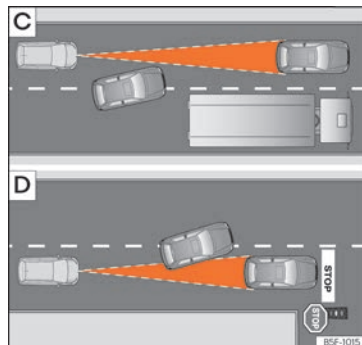

Abb. 163 [C] Fahrspurwechsel eines anderen Fahrzeugs. [D] Abbiegendes und weiteres stehendes Fahrzeug.
- Fahrzeuge, die in geringem Abstand auf die eigene Fahrspur wechseln »» **Abb. 163** [C].
ACC reagiert nicht auf stehende Fahrzeuge. Wenn z. B. ein von ACC erfasstes Fahrzeug abbiegt oder ausschert und sich vor diesem Fahrzeug ein stehendes Fahrzeug befindet, reagiert ACC nicht auf das stehende Fahrzeug »» **Abb. 163** [D].